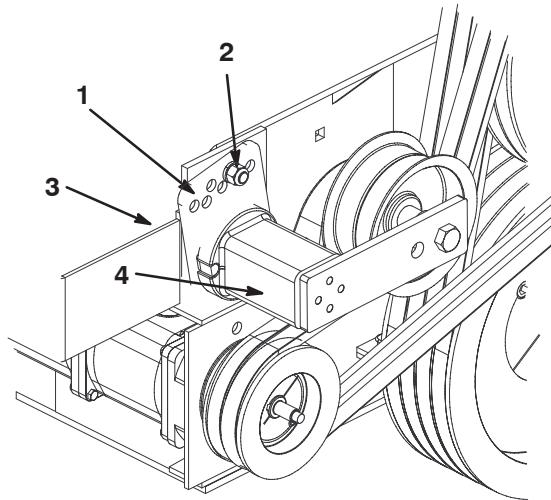

Bild 17
3. Nehmen Sie die Kopfschraube und Mutter ab, mit denen die Spannerführung an der Antriebsbefestigung befestigt ist (Bild 17). Die Riemenspannung wird gelöst, wenn Sie die Kopfschraube abnehmen.